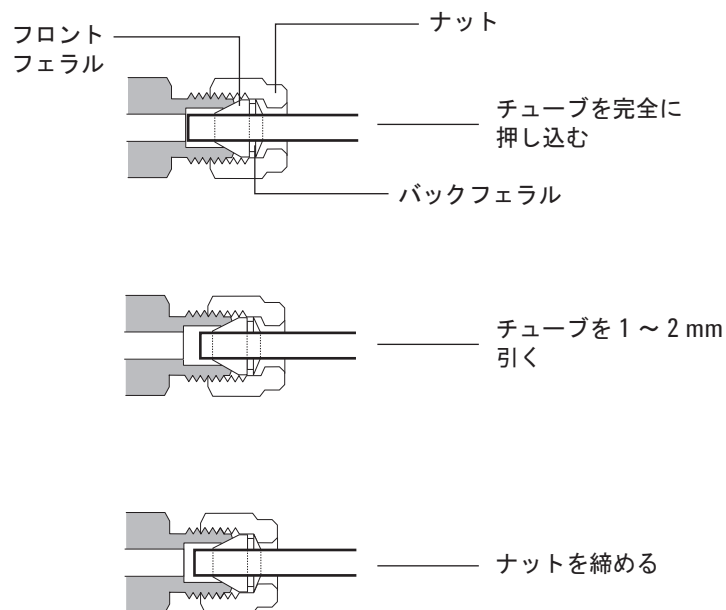

図 19 配管を挿入する
- 5 チューブを完全にプラグに押し込んでから、約 1 ～ 2 mm 引き出します (図 19 を参照)。